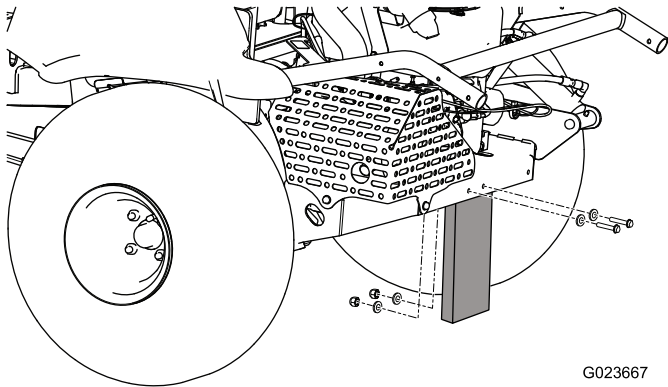

Figura 3
1. Retire as porcas, parafusos e anilhas que prendem a placa de transporte à traseira da máquina (Figura 3).